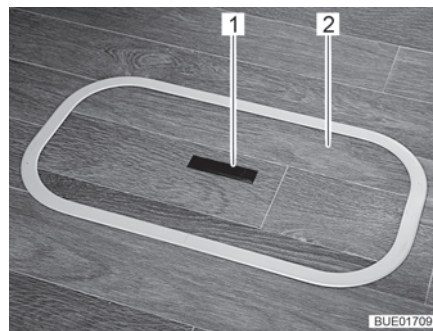
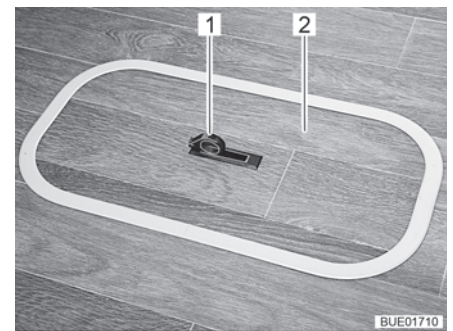

Fig. 49 Cubierta del compartimiento del fondo (tirador hundido)
Fig. 50 Cubierta del compartimiento del fondo (tirador girado hacia fuera)
- Presionar hacia abajo un lado de la placa de agarre (Fig. 49,1). El tirador (Fig. 50,1) girará hacia arriba.
- Quitar la cubierta (Fig. 49,2 ó bien Fig. 50,2) hacia arriba.